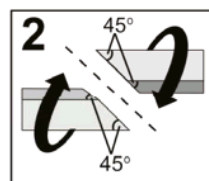

**Рис. 21**
- На рис. 21 показан вкладыш для пиления сложных соединений, прикрепленный к фронтальному упору пилы, в центральной части которой предварительно выпилен упор (45 градусов под левым и правым углами)
- Вкладыши прикреплены к фронтальному упору (6), Рис 1, с помощью шурупов сквозь отверстия, имеющиеся на каждой половине фронтального упора.